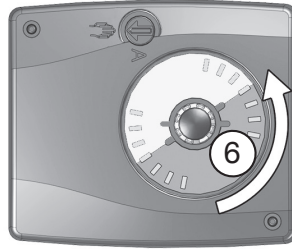

Fig. 12
3. Enlever le bouton tournant (6), la rondelle dentelée (5) et la vis (4) de l'arbre creux (8).
4. Tourner le disque indicateur de (7) de 180° de telle manière que la zone rouge soit orientée vers le haut (fig. 12).